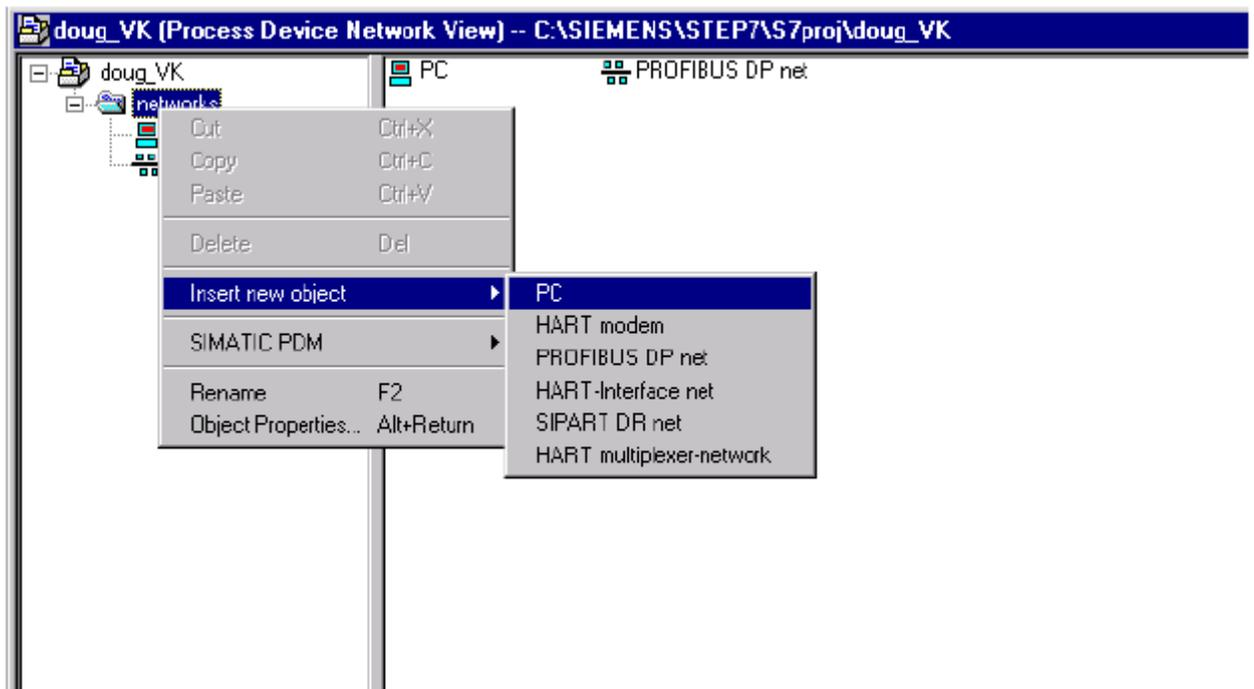

Figura 45. Inserimento a PC
4. In **network**, inserire anche **PROFIBUS DP** (la visualizzazione è simile alla Figura 45).